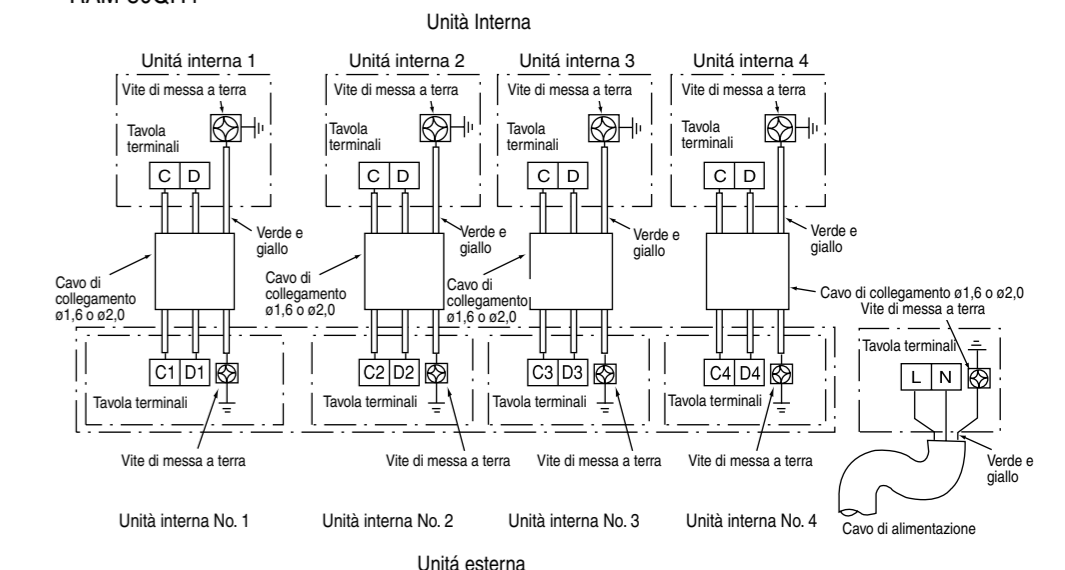

Figura 3-1
- (1) Collegare il cablaggio elettrico tra l'unità interna e esterna, appartenente alla serie tubazioni, come indicato nella Figura 3-1. Non collegare mai il cablaggio per errore.
- (2) Il cavo di connessione deve essere fissato dalla fascia posta sul quadro elettrico.